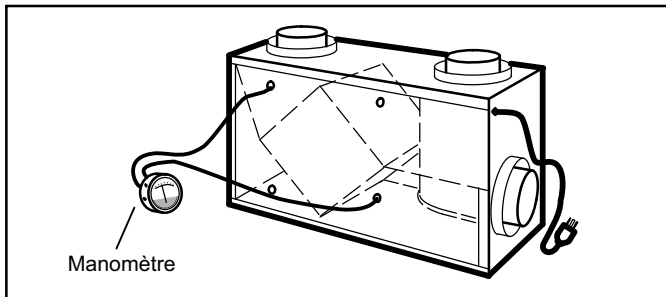

Figure 29. Mesurage de l'air neuf
4. Mesurage de l'air neuf - Connectez les tubes aux orifices dans la porte (figure 29); puis mesurez l'air frais et notez la lecture obtenue.